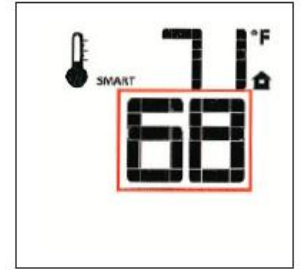

Figure 51. Réglage de température (mode Smart)
- Pour ajuster la température, appuyez sur les touches fléchées Haut et Bas, jusqu'à ce que le réglage de température désiré soit affiché. Fig. 51.